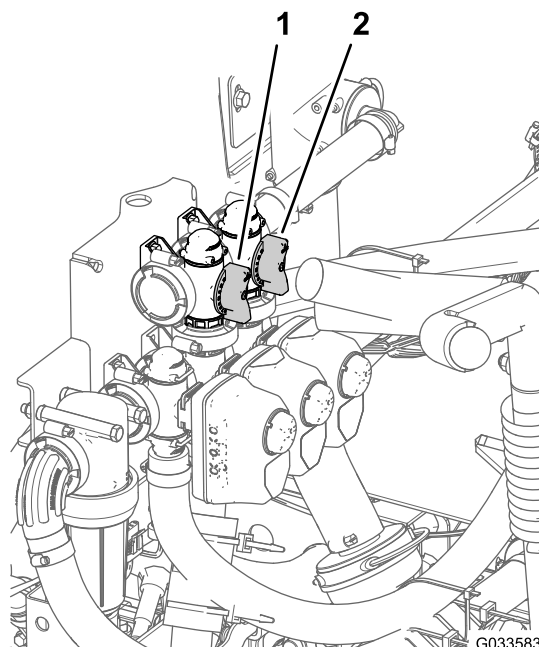

図 87
8. マスターブームバイパスハンドルを使ってタンク内の攪拌動作を調整する 図 87。